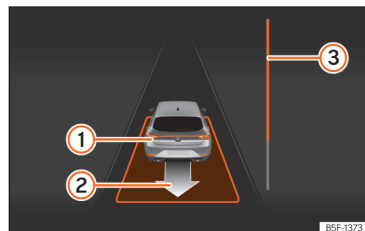

Fig. 161 No ecrã do painel de instrumentos: sair do estacionamento de um lugar em paralelo.
• Retroceda até soar o sinal contínuo do ParkPilot; **OU:** faça marcha-atrás até aparecer a indicação de fazer marcha à frente no ecrã do painel de instrumentos. A barra de progresso  **Fig. 161**  indica a distância a percorrer.